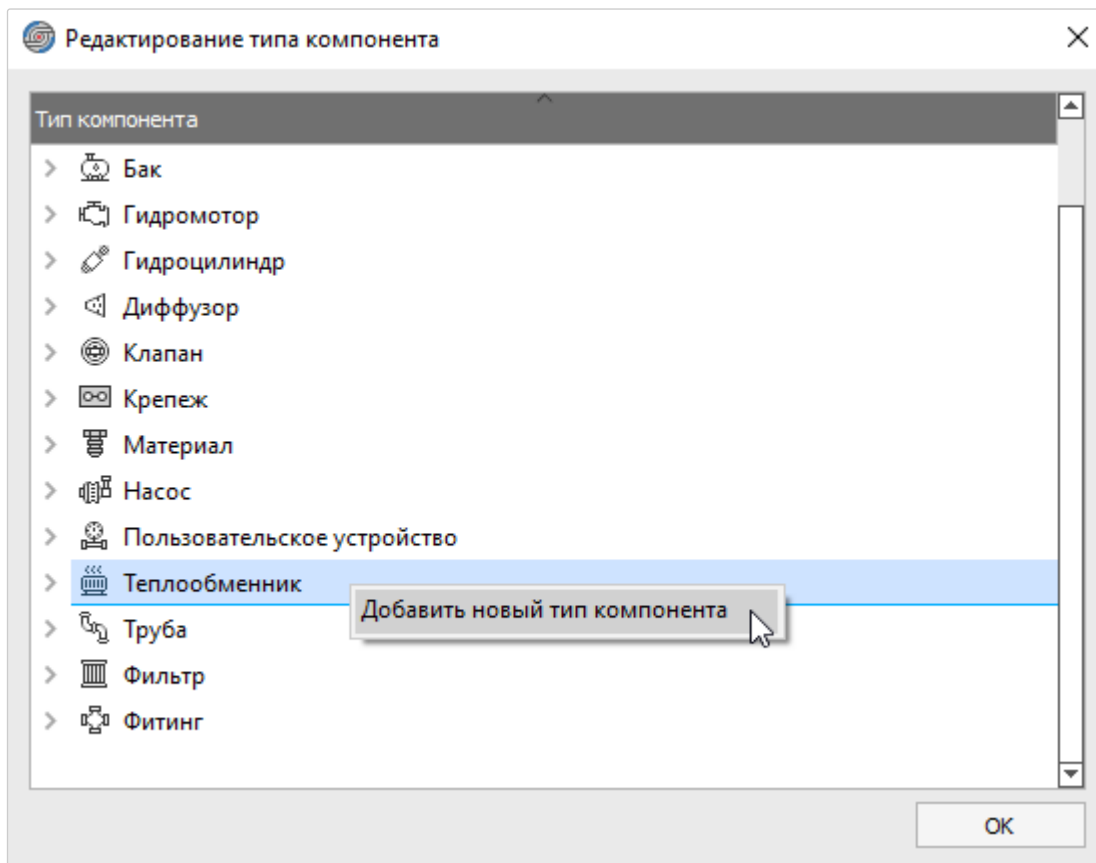

Рисунок 91. Окно «Редактирование типа компонента»
- 2) В открывшемся окне «Редактирование типа компонента» щелкнуть правой кнопкой мыши по наименованию нужной категории компонентов и выбрать в контекстном меню команду «Добавить новый тип компонента» (см. рисунок 91);